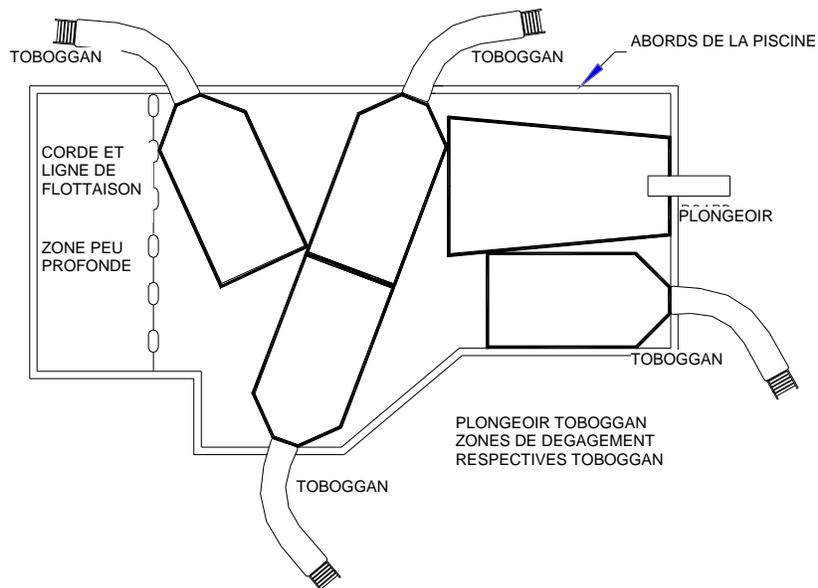

FIG. 5
C. La zone de dégagement minimale d'un toboggan ou d'un plongeoir ne doit pas couper les abords de la piscine ou une ligne de flottaison comme l'illustre la FIG. 5. La zone de dégagement minimale d'un toboggan et celle d'un plongeoir peuvent avoir une partie commune dans la mesure où ils ne sont pas utilisés au même moment.